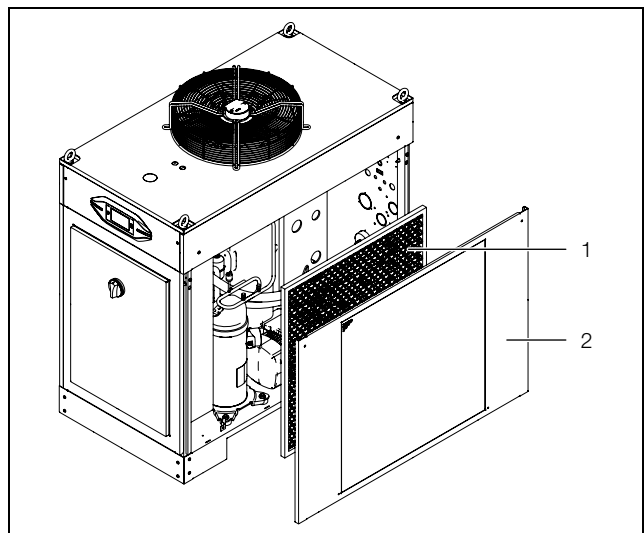

Abb. 24: Seitenwand demontieren
- Demontieren Sie die Seitenwand (Abb. 24, Pos. 2) des Chillers und stellen oder legen Sie sie sicher ab.
- Setzen Sie den Metallfilter (Abb. 24, Pos. 1) innen in der Seitenwand in den dafür vorgesehenen Rahmen ein und befestigen Sie ihn.